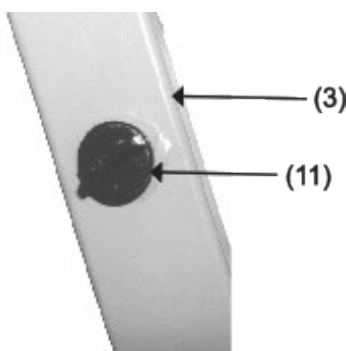

Figura 2
3. Asegure la barra transversal (8) tanto al soporte principal (3) como a la pata (1). Deslice la arandela elástica (9) y la arandela (10) sobre el perno (5). Pase el hilo a través del soporte principal (3) y hasta la barra transversal (8). Desde el lado opuesto, deslice la arandela elástica (9) y la arandela (10) sobre el segundo perno (5) y enrósquela en la pata (1) y en la barra transversal (8).
6. Desatornille y retire ambos tapones (11) y rellene el soporte con arena para reducir el ruido al utilizar el producto. Utilice únicamente arena para rellenar el soporte. No utilice ningún otro material ni ningún líquido para rellenar el soporte. Atornille nuevamente los tapones al soporte. Consulte la Figura 2 para obtener más detalles.